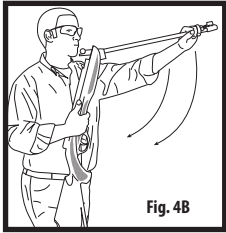

Fig. 4B
- 6. Rápida y firmemente, tire del extremo de la boca del cañón hacia abajo lo más posible para acoplar la acción (Fig. 4B).